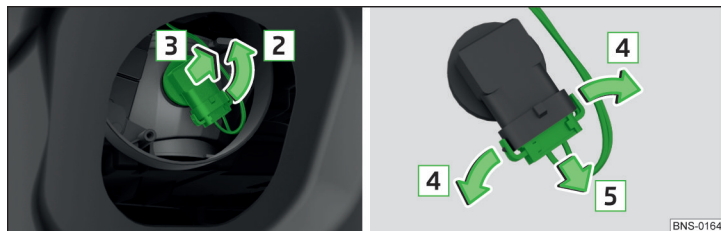

Fig. 379 Remplacement de l'ampoule du feu de l'antibrouillard
- Tourner la douille avec l'ampoule jusqu'à la butée dans le sens de la flèche **2** » fig. 379.